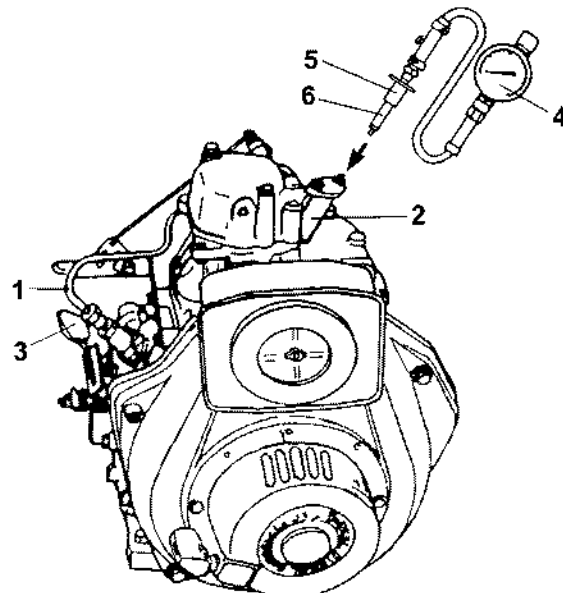

Рис. 41
Снимите топливопровод высокого давления (Рис. 41, (1)) и инжекционный клапан (Рис. 41, (2)).
2. Установите рычаг регулировки (Рис. 41, (3)) в положение STOP (СТОП) и проверните коленчатый вал двигателя 5 – 6 раз.
3. Закрепите переходник (Рис. 41, (5)) компрессиметра (Рис. 41, (4)) к инжекционному клапану вместе с прокладкой (Рис. 41, (6)).
Если измеренное давление превышает допустимую величину, показанную на Рис. 41, произведите ремонт или замените неисправные компоненты.